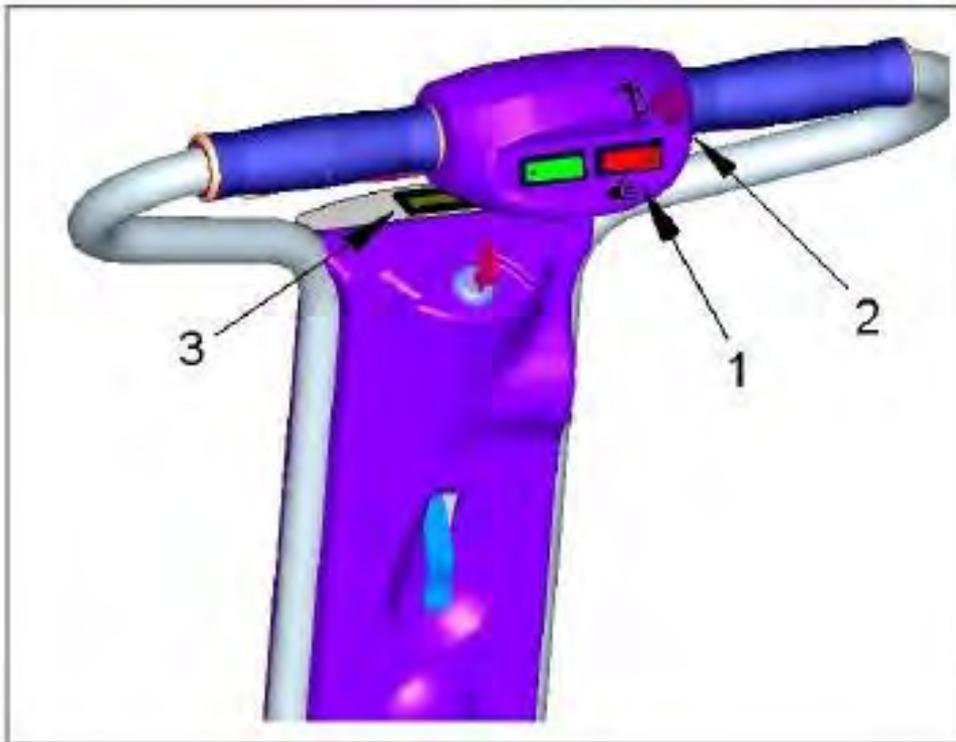

Figura 12
Ver figura 12: Para encender el foco utilice el interruptor rojo (1) ubicado en el lado derecho del cuadro de mandos cerca del manillar.
Tenga en cuenta que el uso innecesario de la bocina puede causar molestias. Ver figura 12: Para utilizar el claxon tan sólo tiene que apretar el botón (2) , al soltar el claxon, éste dejará de sonar.
Ver figura 12: El nivel de carga de la batería (3) está en el salpicadero de su scooter Caddy. Se compone de cuatro luces rectangulares, la luz de encendido no indica el nivel de las baterías.